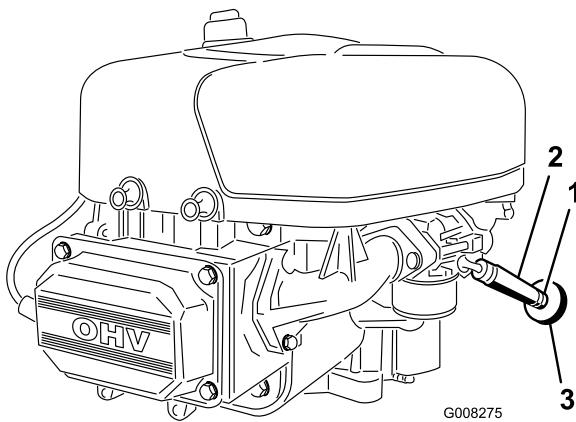

Figura 28
7. Allentate la fascetta stringitubo e spostatela in alto sul tubo del carburante, lontano dalla valvola di intercettazione del carburante (Figura 28).
- 8. Togliete i tubi del carburante dal filtro del carburante (Figura 28).
- 11. Infilate la fascetta vicino al filtro del carburante, per fissare il tubo del carburante (Figura 28).
Il momento più opportuno per sostituire il filtro del carburante (Figura 28) è quando il serbatoio del carburante è vuoto. Non rimontate mai il filtro carburante sporco dopo averlo tolto dal tubo di alimentazione del carburante.